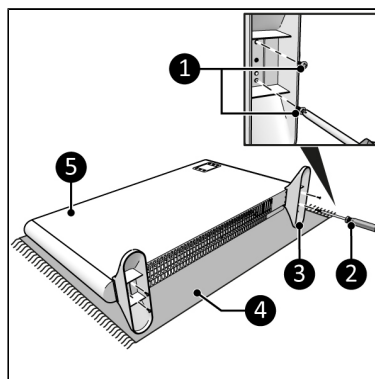

Figura 7
1. Așezați aparatul pe o parte, pe o suprafață moale și stabilă (Figura 7, poz. 4).
2. Amplasați picioarele (Figura 7, poz. 3) pe ambele părți ale corpului principal (Figura 7, poz. 5).
3. Fixați și strângeți picioarele cu șuruburile mici (Figura 7, poz. 1) folosind o șurubelniță Phillips (Figura 7, poz. 2).